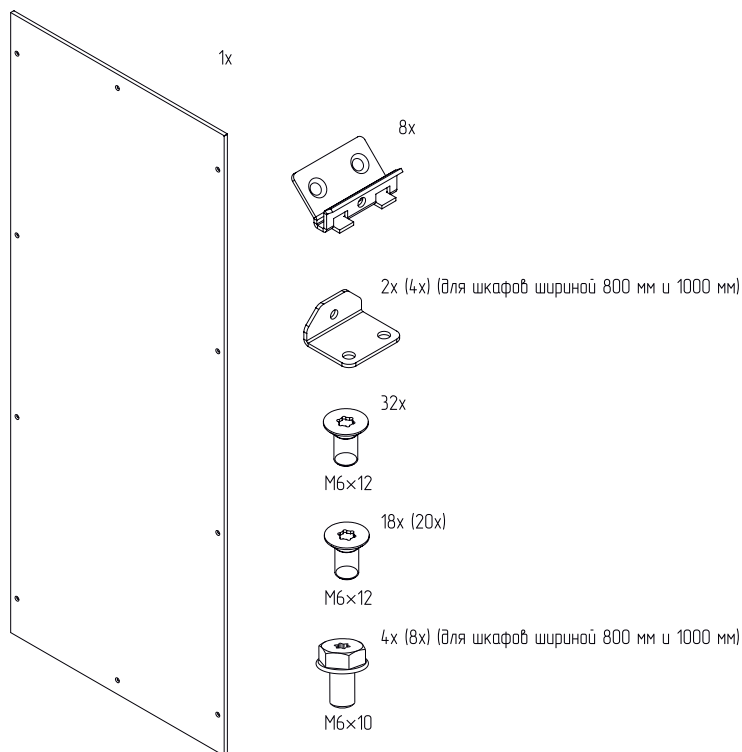

Рисунок 1
- проверить комплектность (рисунок 1).